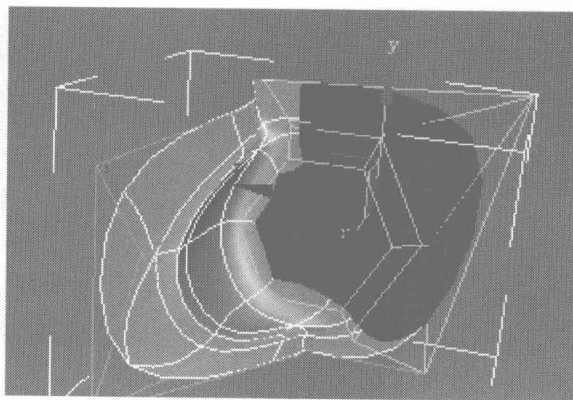

图 6.78
- 13 添加曲线编辑，观看效果，并选择如图 6.78 所示的面，在 Edit Geometry 卷展栏中单击 **Make Planar** 按钮，使选择面平滑显示。